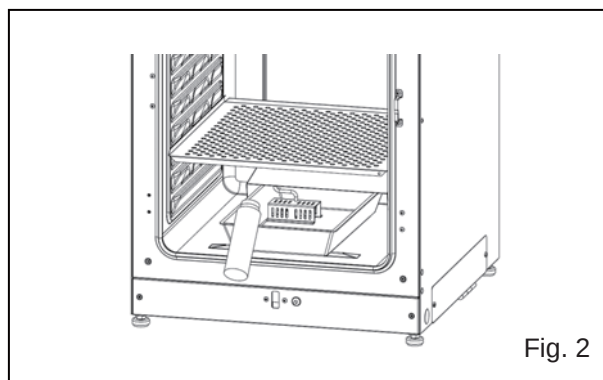

Fig. 2
4. Remplacez le bac d'humidification dans la chambre et remplissez-le avec de l'eau distillée stérile (env. 1,5 L, préchauffée à 37 °C) (Fig. 2).